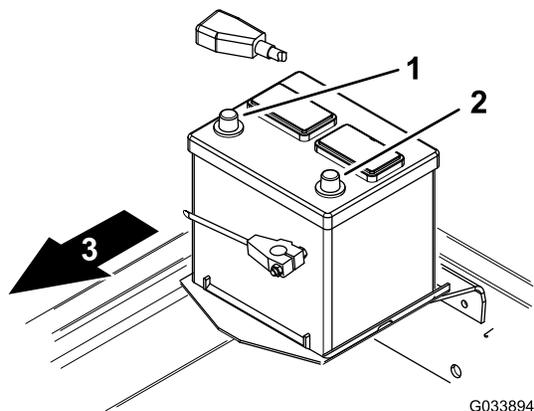

図 11
2. プラス赤ケーブルをバッテリーの端子に取り付け、上からゴムカバーを被せる 図 11。
3. マイナスケーブル黒をバッテリーのマイナス端子に取り付ける 図 11。